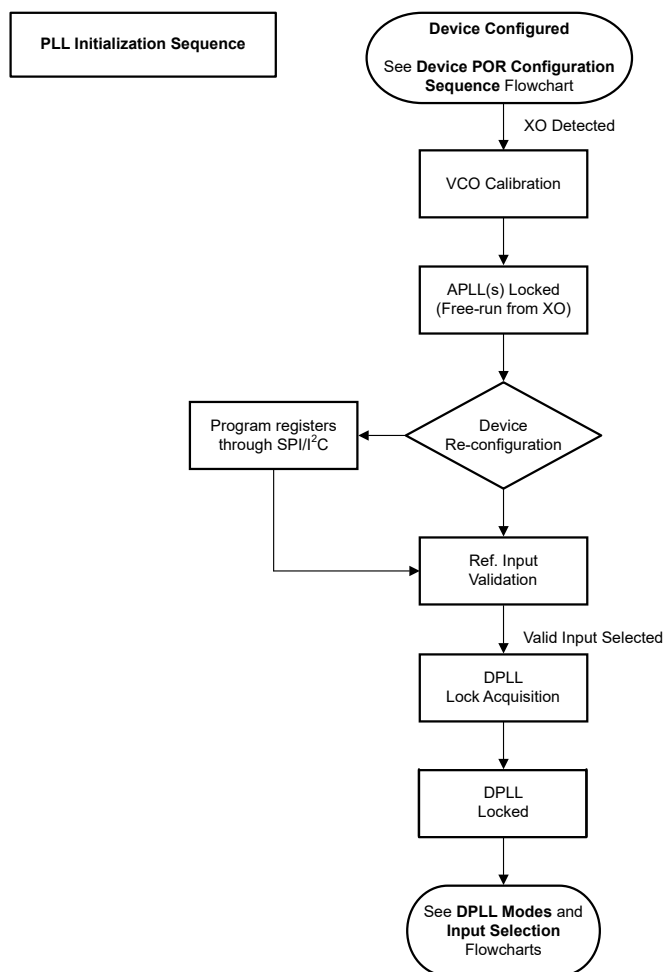

図 8-42. APLL の初期化シーケンス
起動後、グローバル SWRST (R23[6]) がデバイスの初期化シーケンスと APLL キャリブレーション ステート マシンを再起動します (図 8-42 を参照)。POR 後に APLL レジスタを変更してすべての APLL を再調整し、出力と SYSREF チャンネル デイバイダを再調整する場合は、グローバル SWRST を発行することをお勧めします。
**図 8-42** に、POR 後の APLL 起動の一般的なシーケンスを示します。このシーケンスは、グローバル SWRST または APLLx_SWRST の後にも適用されます。適切な VCO キャリブレーションを行うには、VCO キャリブレーションの開始前に、APLL リファレンス クロックの振幅と周波数が安定している必要があります。そうしないと、VCO キャリブレーションが失敗し、APLL と出力クロックの起動が妨げられる可能性があります。